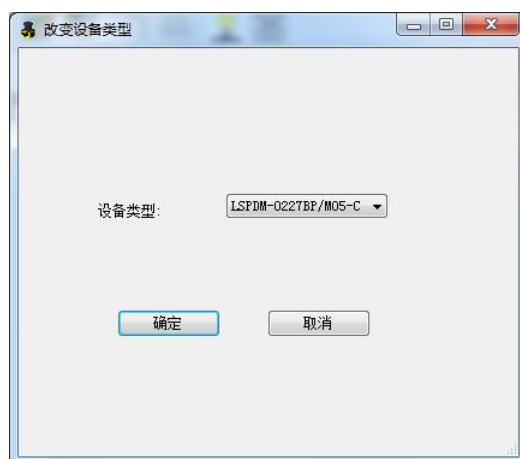

图 3.7.1 改变设备类型
(1) 点击【设备】→【改变设备类型】，弹窗如图 3.7.1 所示。